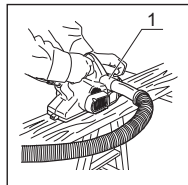

Рис. 10
6.5. Подключение пылесоса (рис. 10)